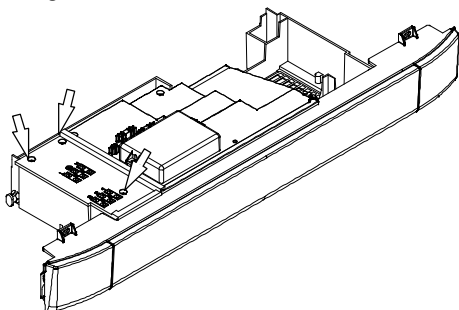

fig. 9.14
- 1 Aflojar los tornillos y retirar la tapa de la bornera fig. 9.14